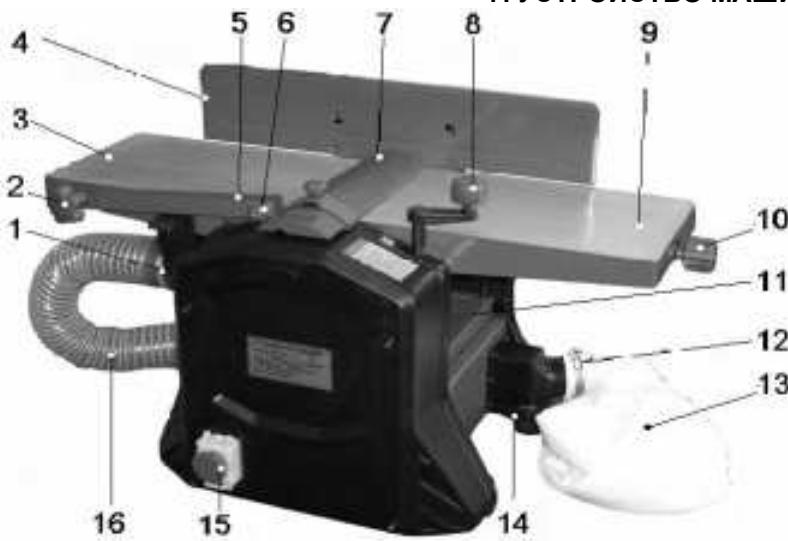
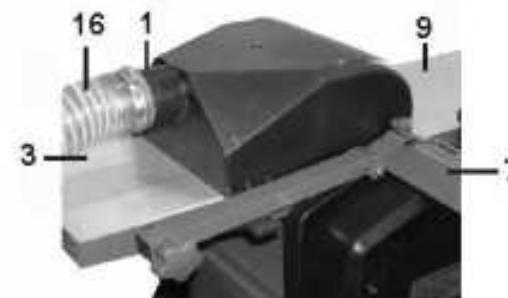
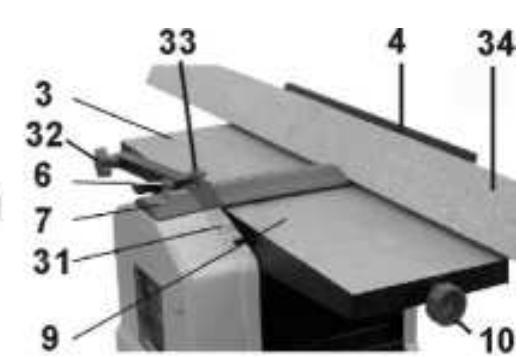

Рис. 2
Рис. 3
Рис. 11
8.2. Для включения нажмите и сдвиньте вверх красную крышку (20) магнитного пускателя (15). Откройте крышку (19), нажмите на зелёную кнопку (17).
**Примечание:** Машина оснащена концевыми выключателями, поэтому электродвигатель включится только при условии, если установлен патрубок пылесборника (1), Рис. 2, 3.
8.3. Для выключения нажмите на красную кнопку (18). Для аварийного выключения нажмите на красную крышку (20).
##### 9.1. Установка машины (Рис. 2)
11.6. Переоборудуйте машину для выполнения строгания в размер по высоте (рейсмус) (см. пункт 9.2.3.). Ручкой (8), Рис.2, по шкале (28) установите рабочий стол (11), Рис.8, в положение, соответствующее максимально толстому участку заготовки, после чего установите глубину строгания.
Демонтируйте направляющую планку (4), переместите защитную планку (7), Рис.2, снимите патрубок пылесборника (1), Рис.3.
9.2.1. Как показано на Рис.2, установите и закрепите направляющую планку (4), выкрутите два болта (24), через отверстия (23) регулирующего устройства (22) закрепите направляющую планку (4) на приёмном столе (3).
9.2.3. При оборудовании машины для выполнения строгания в размер по высоте (рейсмус) ослабьте винт фиксации (33), Рис.11, переместите защитную планку (7) в крайнее положение, как показано на Рис.3,8.
Демонтируйте направляющую планку (4), выполните пункт 9.2.1 в обратном порядке. Установите и зафиксируйте клипсами (27) в специальных гнёздах на приёмном столе (3) пылесборник (1), Рис.3,8. Как показано на Рис.2, установите ручку (8) для перемещения рабочего стола (11), Рис.2,7.
**Внимание: Ручка (8) не закрепляется, поэтому устанавливается на момент непосредственной регулировки высоты рабочего стола (11). Выполнение любых операций на машине производится со снятоей ручкой (8), Рис. 2, 9,11.**
9.2.4. При использовании встроенной системы отвода и сбора стружки и древесной пыли патрубок пылесборника (1) соедините гибким шлангом (16) с патрубком (36). Закрепите гибкий шланг (16) хомутами (см. комплектность). Для сбора стружки и древесной пыли на патрубке (35) установите и хомутом (12) закрепите пылесборочный мешок (13), Рис. 2,3,9.
### 10.2. Регулировка защитной планки строгального вала (Рис. 11).